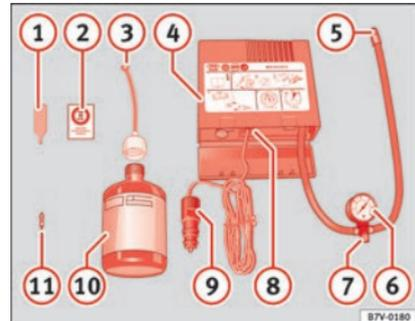

Fig. 86 Representação standard: conteúdo do kit antifuros.
O kit antifuros está localizado na bagageira, por baixo do revestimento do piso. Inclui os seguintes componentes » Fig. 86:
Volte a enroscar o tubo de enchimento »» Fig. 86 ⑤ e verifique a pressão no manómetro ⑥.